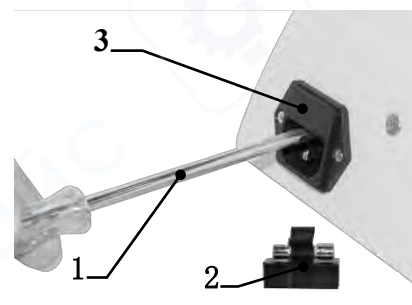

Рис. 18
Предохранитель ② встроен в разъем для подключения питания на основном блоке прибора ③. См. рисунок 18. Порядок действий:
(1) Выключите прибор и отключите шнур питания.
(2) Используя плоскую отвертку ① или другой инструмент, извлеките держатель предохранителя ②, как показано на рисунке. Замените поврежденный предохранитель новым и установите держатель обратно в разъем питания.